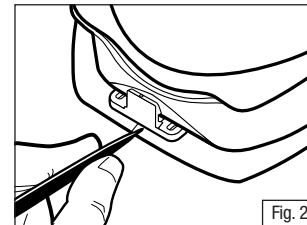

Fig. 2
3. Cuidadosamente, faça uma marca sobre a superfície da moldura ao longo da parte traseira e lados circulares arredondados da trava. (Fig. 2)